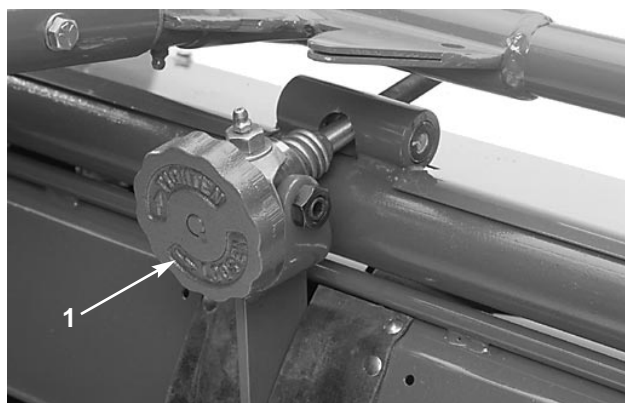
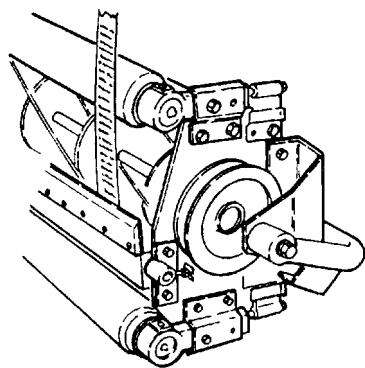

Figure 45
Figure 46
## REGLAGE DU PARALLELISME DE LA CONTRE-LAME PAR RAPPORT AU CYLINDRE (Fig. 45 et 46)
1. Vérifier qu'il n'y a plus de contact du cylindre en tournant la molette de réglage de la contre-lame dans le sens contraire des aiguilles d'une montre (Fig. 45). Basculer l'unité de coupe pour accéder au cylindre et à la contre-lame (Fig. 46).
4. Desserrer les (2) boulons à tête bombée carrée sur le dispositif de réglage de la contre-lame (Fig. 46).